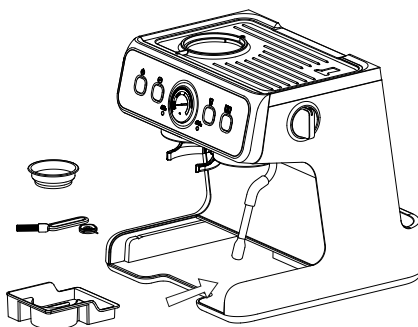

Рис. 8
Эспрессо-машина BISTRO комплектуется принадлежностями для чистки, включая лопатку и щетку для чистки, а также ящиком для инструментов (15) для удобного хранения принадлежностей. В этом ящике также можно хранить одночашечный и двухчашечный фильтры. Ящик для инструментов размещается в левом нижнем углу прибора, за поддоном для сбора капель. Когда поддон для сбора капель снят (рис. 8), доступ к ящику для инструментов можно получить, просто вытащив его из отсека.